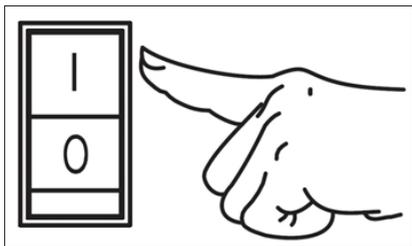

Рис. 12 Выключатель зажигания
1. Установите выключатель зажигания в положение «I» (Включено) (Рис. 12).
Для остановки двигателя установите выключатель зажигания в положение «0» (ВЫКЛЮЧЕНО) (Рис. 12).